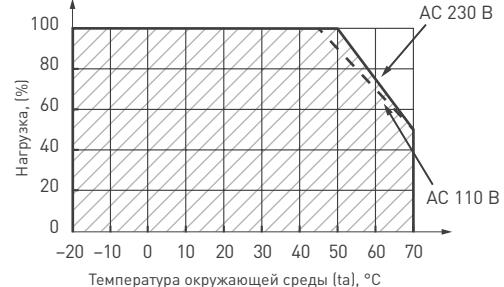

Рис. 9.
- 4.3. Не нагружайте источник питания более чем на 80% от его максимальной мощности. Учитывайте, что с повышением температуры окружающей среды [см. рис. 9] при понижении входного напряжения [см. рис. 10] максимальная мощность источника питания снижается.